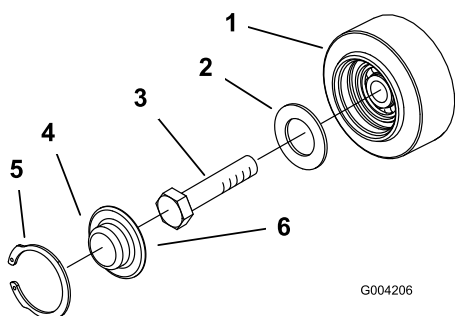

Figura 42
3. Retire la anilla a presión y el tapón de una de las ruedas de rodaje (Figura 42).
4. Compruebe la grasa que hay debajo del tapón y alrededor de la junta (Figura 42). Si está sucia, tiene arenilla o queda poca grasa, elimine toda la grasa, cambie la junta, y añada grasa nueva.
6. Coloque el tapón engrasado sobre la cabeza del perno (Figura 42).
7. Sujete el tapón de la rueda de rodaje con la anilla a presión (Figura 42).